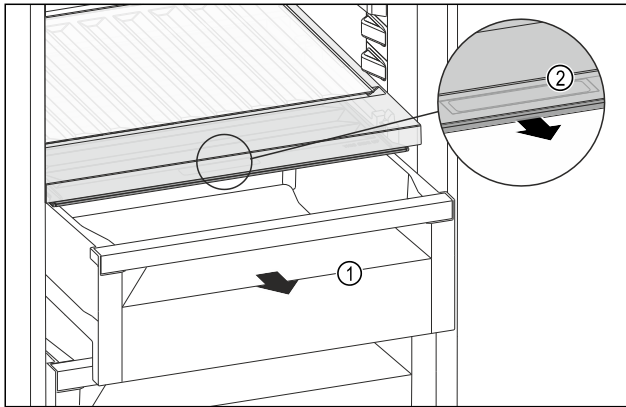

Fig. 109
- ▶ 拉出抽屉 Fig. 109 (1)。
- ▶ 抓住抽屉盖上的内嵌式拉手 Fig. 109 (2)，并同时向前拉出抽屉盖。